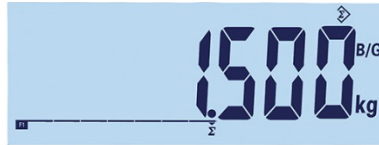

Figure 2-24 : Symbole des valeurs recueillies
1. Placez le premier poids sur la plate-forme et appuyez sur la touche de fonction « accumulation ». Σ . Si un poids stable est détecté dans les 2 secondes, la valeur du total général sera de 1,5 kg et le chiffre sera égal à 1 (Figure 2-24).